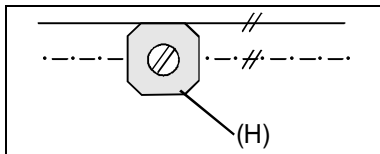

Bild 11/Fig. 11
Die Sicherungshülsen (H) müssen dabei nach Bild 11 ausgerichtet sein.
The locking sleeves (H) must be fitted as shown in Fig. 11.